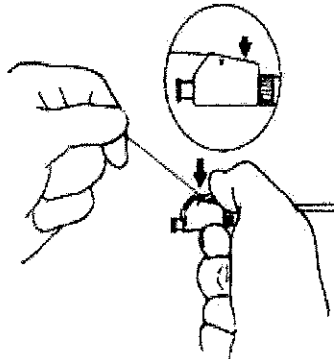

Fig. 2
15. Mantenga la tracción en el monofilamento y presione hacia abajo la palanca de la leva de bloqueo hasta que se oiga un chasquido. Así, el lazo distal del catéter queda bloqueado en su posición. (**Fig. 2**)